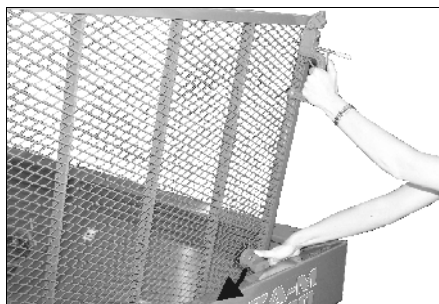

Fig. 16
- Перед закрытием защитной решетки фиксатор надавите вниз (Fig. 16).